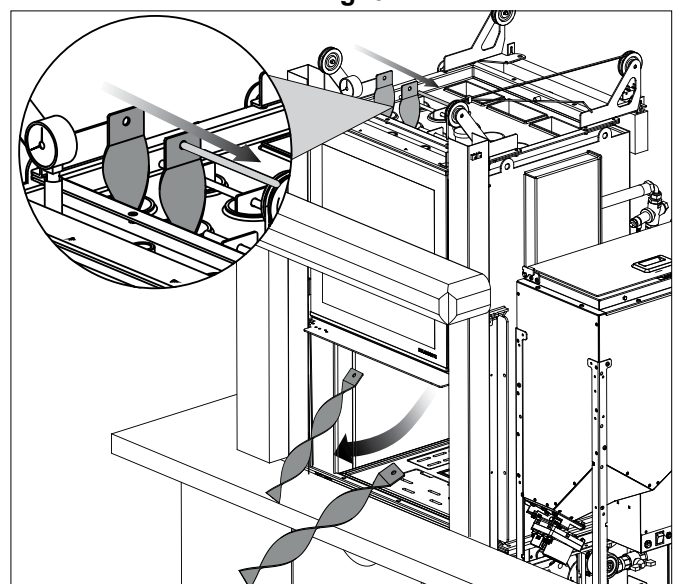

fig. 6.4
- Über das obere Inspektionsfach die Turbulatoren in den Wärmetauschrohren leicht anheben und den Metallstecker herausziehen, welcher diese in ihrer Position hält (Abb. 6.4).
- Die Turbulatoren von unten her herausziehen und die Wärmetauschrohre reinigen (Abb. 6.4).